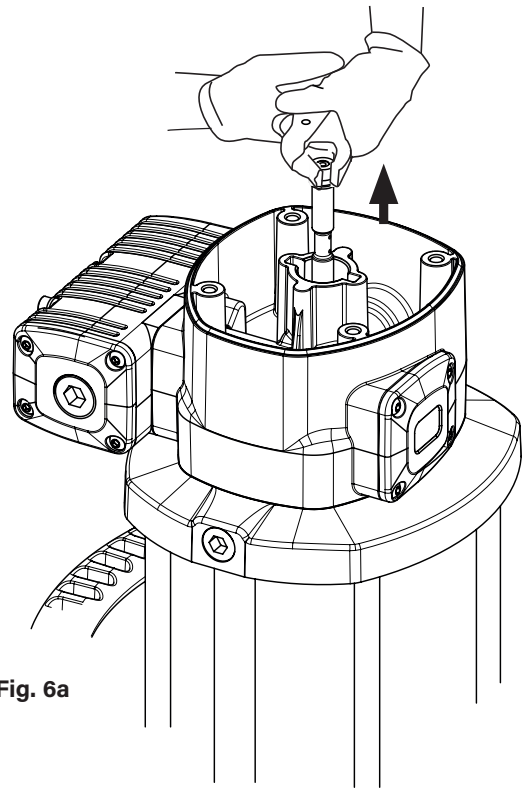
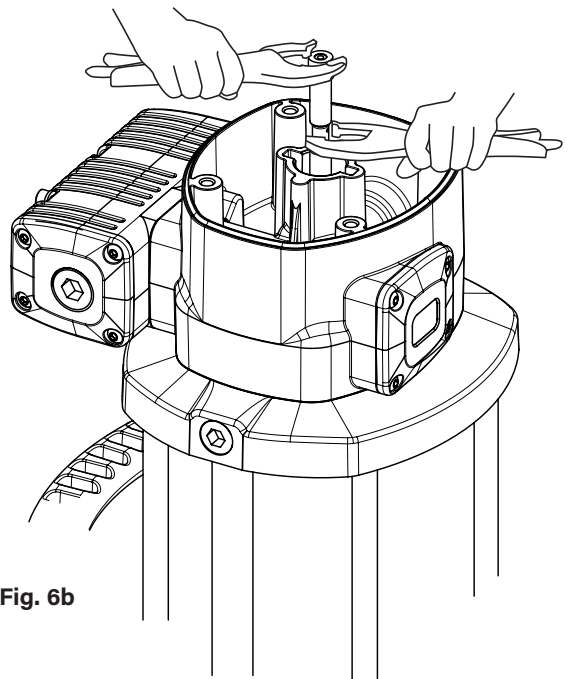

Fig. 6a
Fig. 6b
1. Unscrew the bolts (2) and remove the cap (3).
2. Unscrew the sensor sleeve (4).
3. With a manual clamp on the nut (5), pull the rod (39) outwards until its central recess appears (fig. 6a). Then, with another manual clamp, grab the rod (39) on the recess to prevent sealing surface from being damaged, and unscrew the nut (5) (fig. 6b).
4. Remove o-ring (6) and ring (7), and replace them with new ones later during reassembly.
5. Unscrew the bolts (55). Pull the motor body (13) outwards to free it along with bridle (36).
6. Take away the gasket (9) and replace its seals (8) and (10).
7. Unscrew the bolts (37) and separate the motor (13) from the bridle (36). Take away the washer (32) and replace the seal (8).
8. Take away the cylinder (50) while carefully holding the air piston (46). Replace the piston seal (45).
9. Reassemble in reverse order, applying thread locker in screws (37), nut (5) and sensor sleeve (4).
1. Desenrosque los cuatro tornillos (2) y quite la tapa (3).
2. Desenrosque el tapón inversor (4).
3. Con ayuda de una mordaza manual sobre el casquillo (5), tire hacia fuera del vástago (39) hasta que aparezca su rebaje central (fig. 6a). Después, con otra mordaza manual agarre el vástago (39) en dicha zona rebajada central para no dañar la superficie destinada al sellado y desenrosque el casquillo (5) (fig. 6b).
4. Deseche la tórica (6) y el aro (7), y use otros nuevos posteriormente al volver a montar.
5. Desenrosque los cuatro tornillos (55). Tire hacia arriba del cabezal motor (13) hasta liberarlo junto con la brida (36).
6. Quite el casquillo inversor (9). Sustituya las juntas (8) y (10) de este casquillo.
7. Desenrosque los cinco tornillos (37) y separe el cuerpo motor (13) de la brida (36). Extraiga la arandela (32) y sustituya la junta (8).
8. Retire el cilindro (50) sujetando con cuidado el émbolo (46). Sustituya la junta (45) de dicho émbolo.
9. Vuelva a montar el conjunto en sentido inverso, aplicando fijador de rosca en los tornillos (37), casquillo (5) y tapón inversor (4).